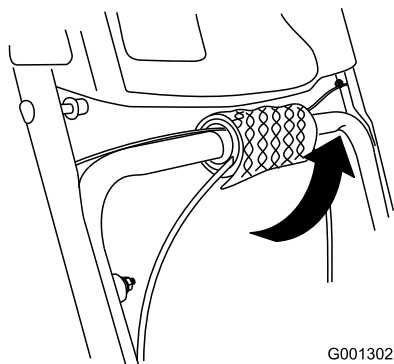

Figura 5
1. Separe los extremos de los cables del manillar inferior (Figura 5).